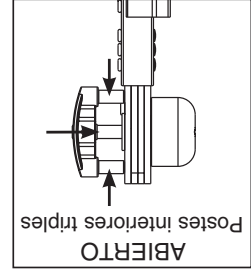

Figura 2
- 2) En la posición abierta (Véase la Figura 2), puede ajustarse el ángulo de la escalera.
- Nota: La posición abierta puede verificarse mediante los tres postes interiores expuestos en la perilla-botón (Véase la Figura 2).